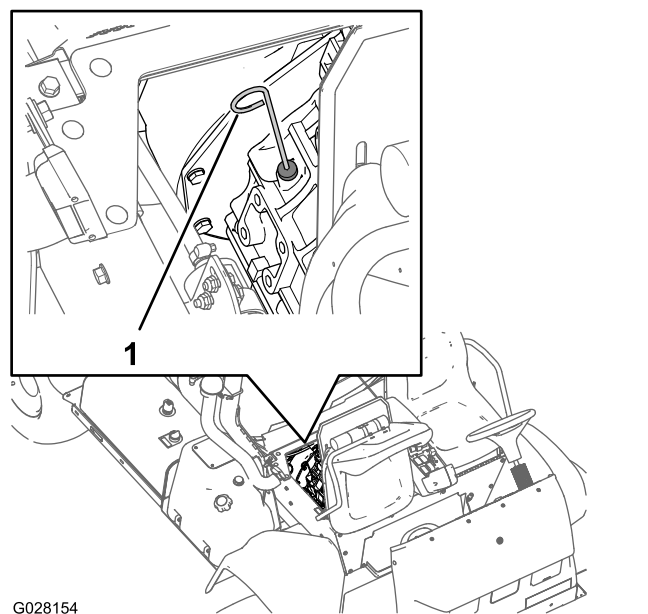

Bild 72
6. Nehmen Sie den Peilstab heraus und lesen den Ölstand im Motor ab (Bild 72).
7. Gießen Sie langsam weiteres Öl der angegebenen Sorte ein, um den Ölstand bis zur Voll-Markierung am Peilstab anzuheben (Bild 72).